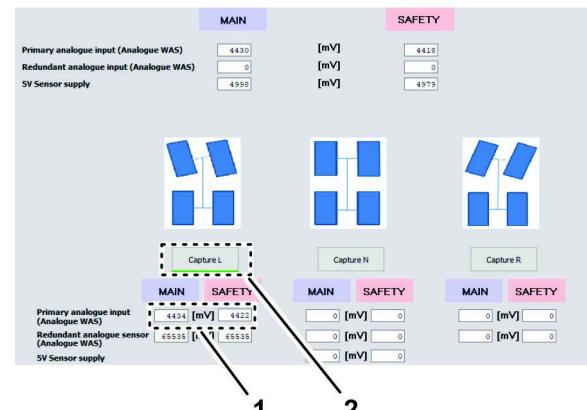

Figura 148
4. Haga clic en el ícono CAPTURA IzQ (Figura 148).